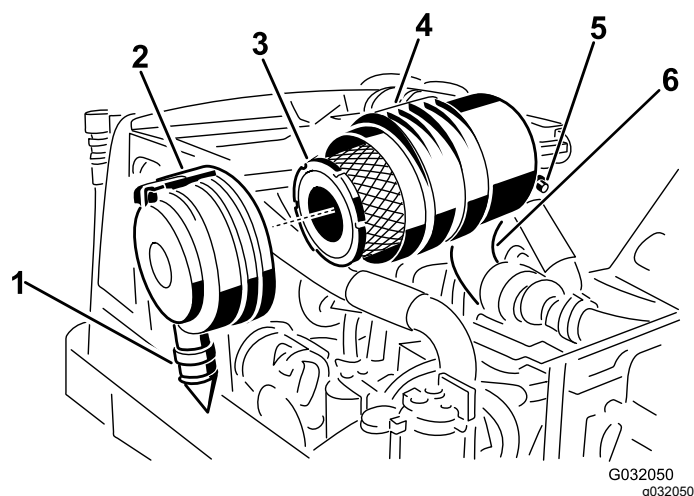

Figura 48
2. Retire el filtro primario (Figura 48).
3. Cambie el filtro primario (Figura 48).
las posiciones de las 5 y las 7, visto desde el extremo y cierre el enganche (Figura 48).